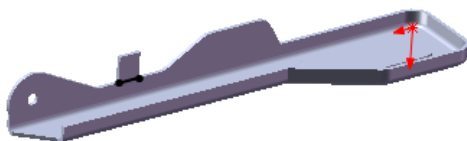
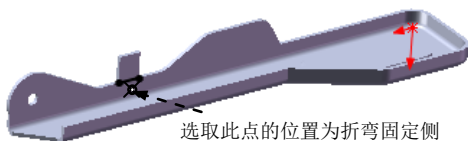

图 13.4.34 绘制的折弯线
图 13.4.35 确定折弯固定侧
② 定义折弯线草图。在草图环境中绘制图 13.4.34 所示的折弯线。
③ 选择下拉菜单 **插入(I)** → **退出草图** 命令，退出草图环境，此时系统弹出“绘制的折弯”对话框。
(3) 定义折弯固定侧。在图 13.4.35 所示的位置处单击，确定折弯固定侧。
(4) 定义钣金参数属性。在 **折弯参数(P)** 区域的 文本框中输入折弯角度 130，在 文本框中输入折弯半径 0.2。在 **折弯位置:** 区域中单击“折弯在外”按钮 .
(5) 单击 按钮，完成折弯 1 的创作。